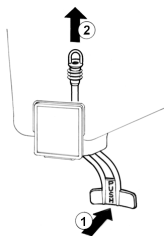

Bild 2
4 **Ausschlauchventil:** den Betätigungshebel des Hahns drücken (1) und den Gummischlauch aus der Auslauföffnung des Behälters lösen (2) (Bild 2).